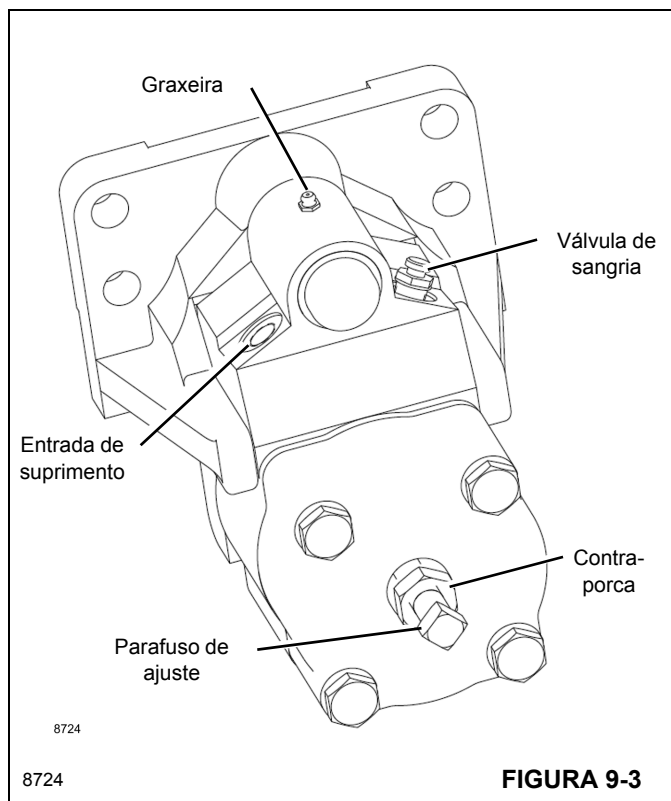

FIGURA 9-3
O freio de estacionamento é um freio do tipo disco Figura 9-3. O disco de freio é conectado ao eixo de entrada do eixo dianteiro. O freio é conectado à estrutura atrás do eixo dianteiro. Quando a chave do freio de estacionamento é colocada na posição de aplicação, o suprimento hidráulico é cortado para o freio de estacionamento e as molas no freio de estacionamento aplicam as pastilhas de freio contra o disco do freio, impedindo que o guindaste se movimente.
zado na parte superior da carcaça do freio quando o freio está instalado. Consulte a Figura 9-3.
6. Sangre o sistema abrindo a válvula de sangria. Feche o parafuso de sangria e execute o ciclo do freio 5 vezes. Repita abrir o parafuso de sangria/ executar o ciclo do freio até que todo o ar saia do sistema. Aperte a válvula de sangria com um torque de 12,2-20,3 Nm (9-15 lb-pé). Consulte a Figura 9-3.